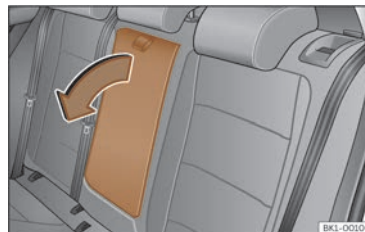

Abb. 105 Herausklappbare Mittelarmlehne hinten (schematische Darstellung).
- Zum *Ausklappen* der Armlehne, Zugschlaufe in Pfeilrichtung ziehen >>> (**Abb. 105**).